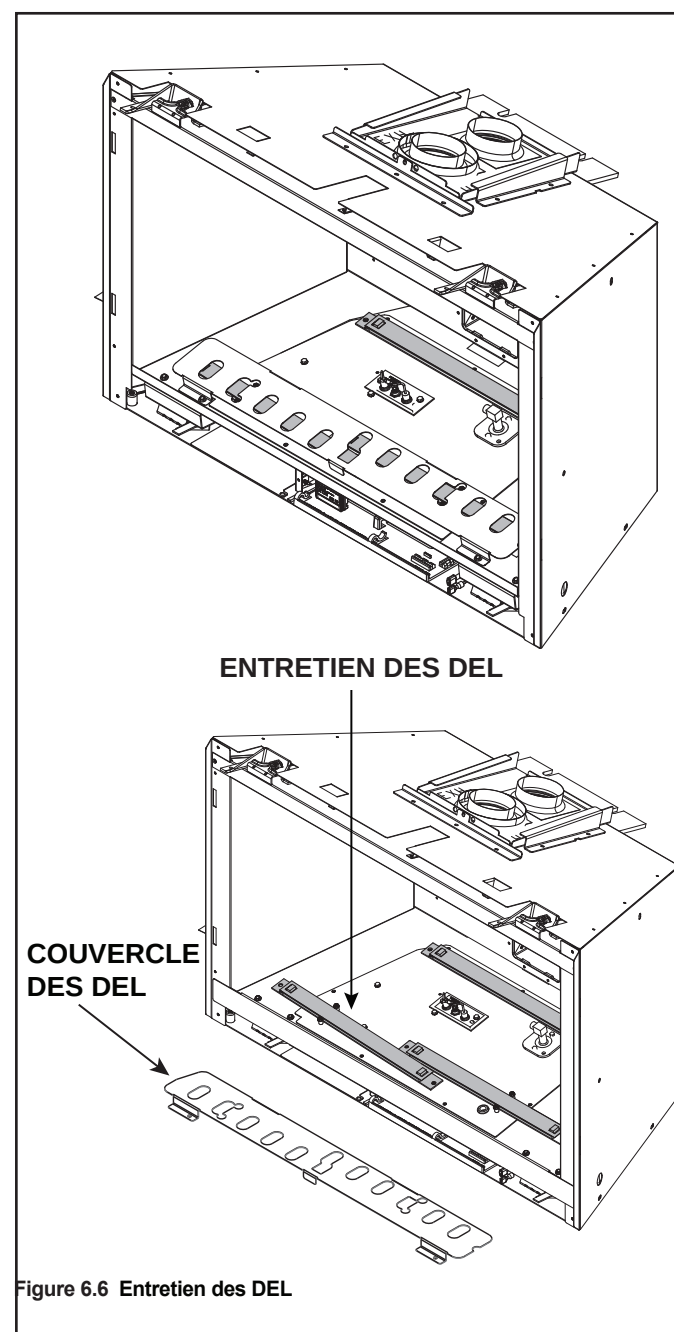

Figure 6.6 Entretien des DEL
1. Retirez la façade décorative, l'assemblage de la vitre, les bûches, le support en verre, l'ensemble de protection de la veilleuse, le module du brûleur et l'ensemble plateau de base, voir figure 6.6.
4. Réinstallez le capot DEL (écran thermique). Voir la figure 6.6.